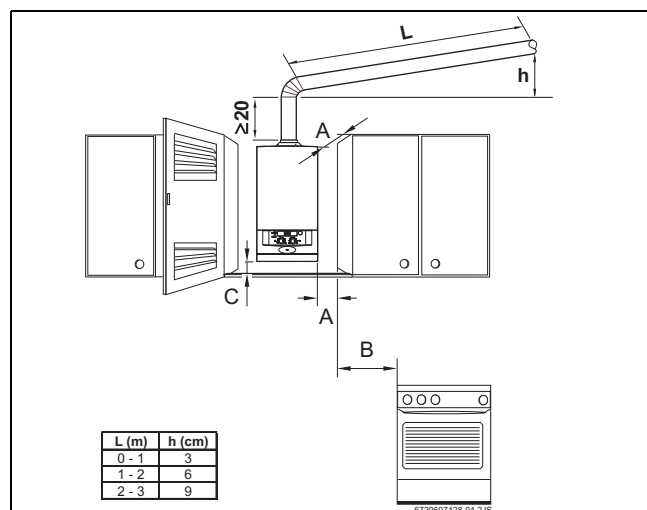

Рис. 5 Минимальные расстояния
- ▶ следует обеспечить достаточное пространство для выполнения работ по монтажу и техническому обслуживанию - необходимо учесть допустимые расстояния, указанные на рис. 5.